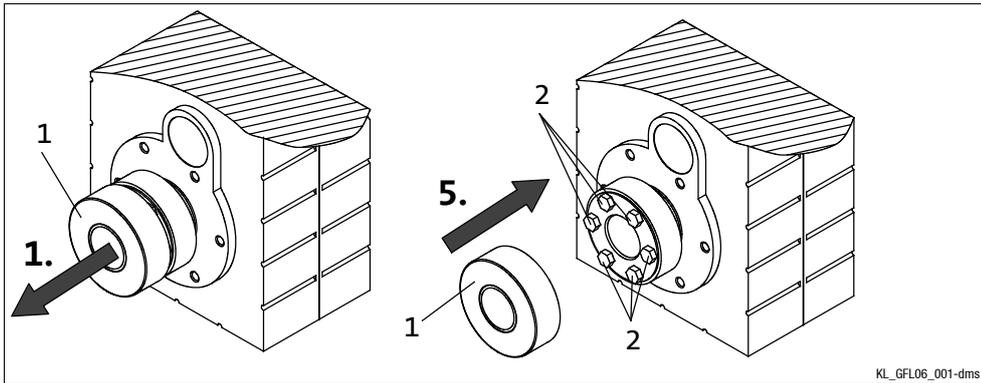

Abb. 7
8. Schutzkappe (1, Abb. 7) auf die Schrumpfscheibe schieben.